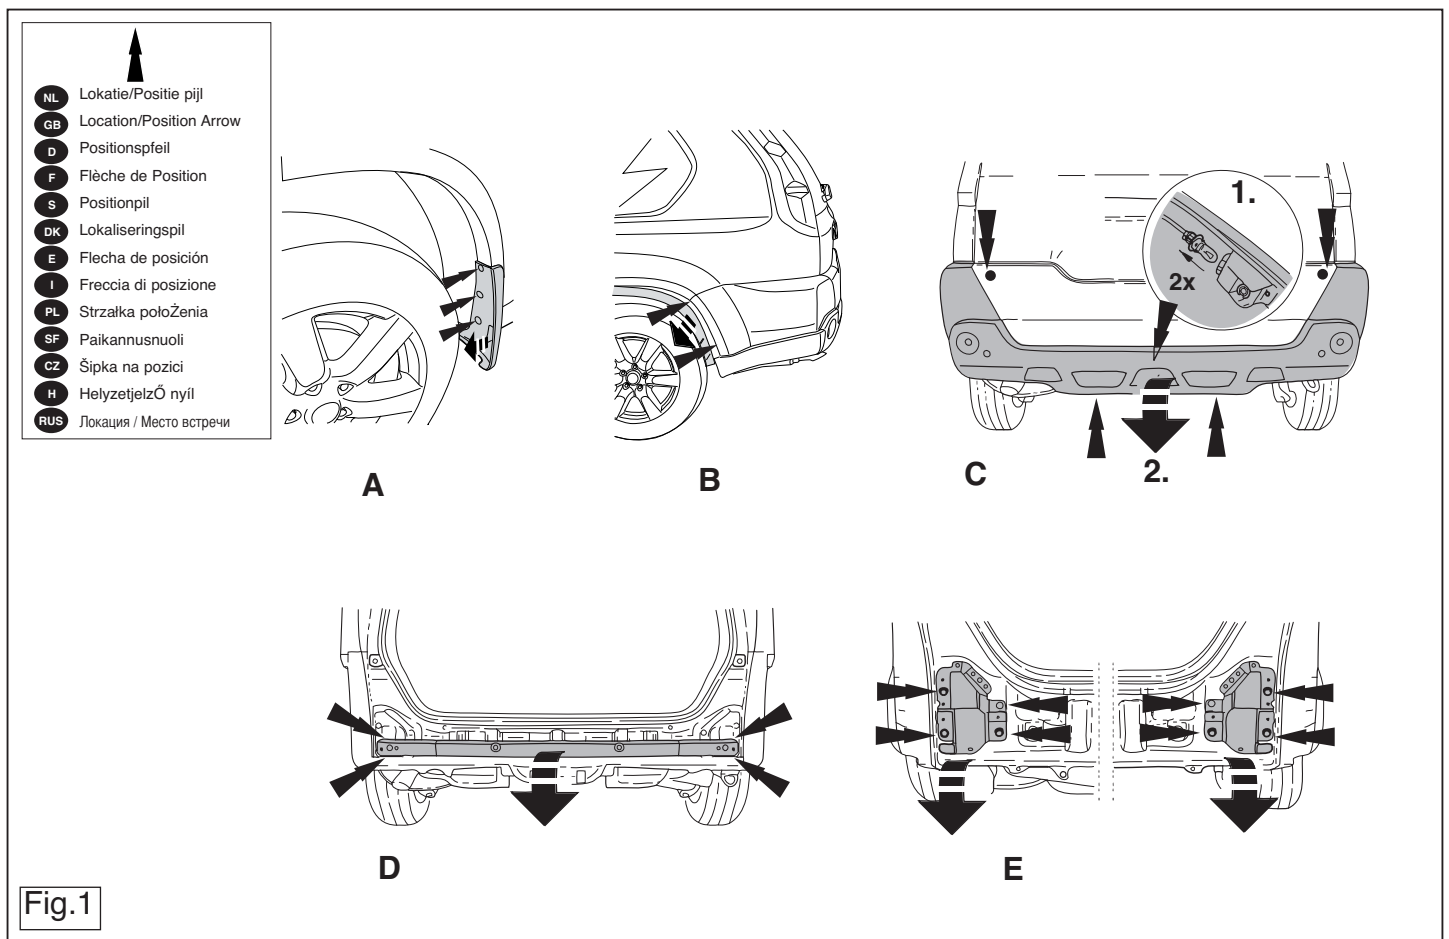

Fig.1
1. Remove the bumper and the steel buffer beam from the vehicle. See figure 1.
1. Die Stoßstange einschließlich des stählernen Stoßbalkens vom Fahrzeug abmontieren Siehe Abbildung 1.
1. Déposer le pare-chocs du véhicule y compris la traverse en acier. Voir la figure 1.
1. Demonter kofangeren, inklusive køretøjets stålstødbjelke. Se fig. 1.